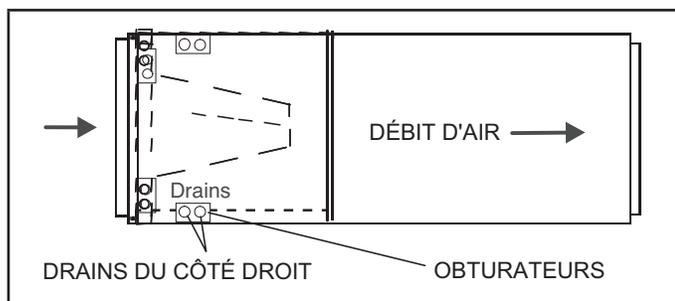

FIGURE 6. Configuration pour refoulement du côté droit
- 4 - La configuration horizontale est illustrée à la figure 6.
REMARQUE - les conduits horizontaux doivent être équipés d'un évent anti-siphon (tube vertical) installé en amont du conduit horizontal. Voir la figure 6. Un tronçon horizontal extrêmement long peut nécessiter une conduite de drainage surdimensionnée pour éliminer les blocages.